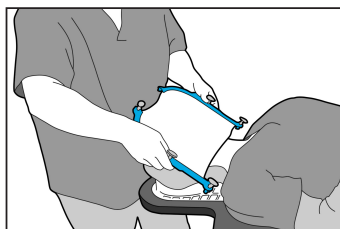

Рис. 2
4. Чтобы надеть термопластическую маску, расположите ее под углом 45° по отношению к лицу пациента и заведите ее край под подбородок пациента (рис. 2).